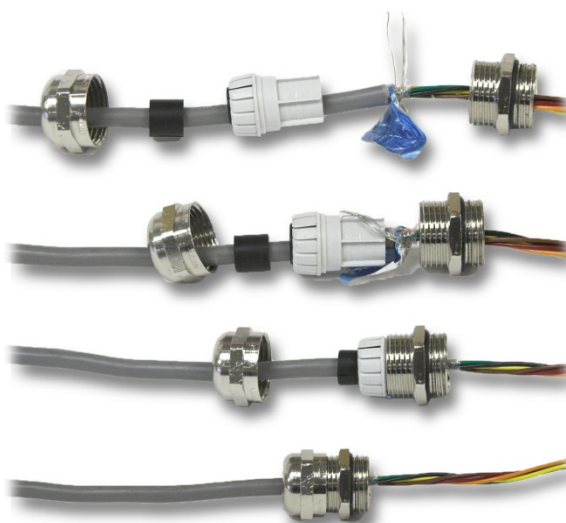
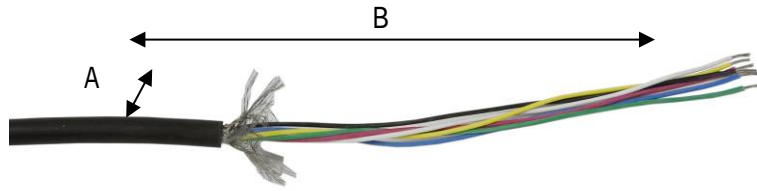
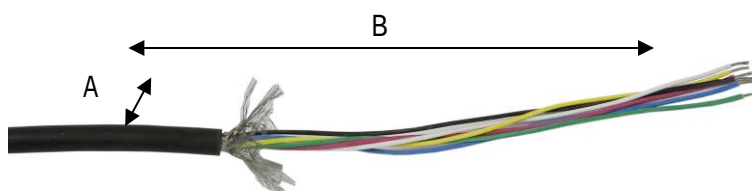

Figura 2-28: Aterrizaje del blindaje del cable
Figura 2-35: Preparación del cable de las celdas de carga
Figura 2-38: Preparación del cable de las celdas de carga
- El blindaje del cable debe aterrarse en el gabinete al separar los alambres del cable como se muestra en la parte superior de la Figura 2-28 y luego doblándolos hacia atrás sobre el componente de plástico del casquillo del cable antes de presionarlo dentro del cuerpo roscado.
Prepare los extremos de cada uno de los cables de las celdas de carga como se muestra en la Figura 2-35 y en la Tabla 2-4. Asegúrese de que el blindaje esté conectado en el casquillo como se muestra en la Figura 2-28.
Prepare los extremos de cada uno de los cables de las celdas de carga como se muestra en la Figura 2-38 y en la Tabla 2-4. Asegúrese de que el blindaje esté conectado en el casquillo como se muestra en la Figura 2-28.